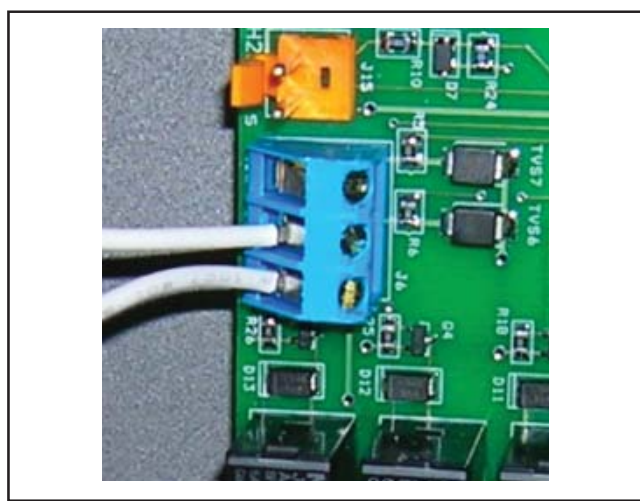

Figura 16b. Conexión AquaLink RS o TERMOSTATO REMOTO (Conexión de 2 cables)
4. Conecte el cableado desde el sistema de control piscina/ spa hasta la terminal de control remota de la bomba de calor (véase Figura 16b).